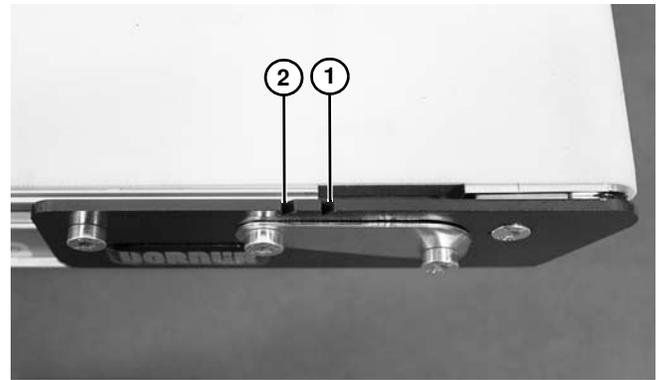

Figura 58
- Ajuste la placa del cabezal de manera que el extremo del armazón del transportador se alinee con o entre las marcas de tensión de la placa del cabezal (**Figura 58, artículo 1 y 2**). Sustituya la banda si no puede lograrse una tensión adecuada al alinear el extremo del armazón del transportador con o entre las marcas de tensión. Véase la NOTA.